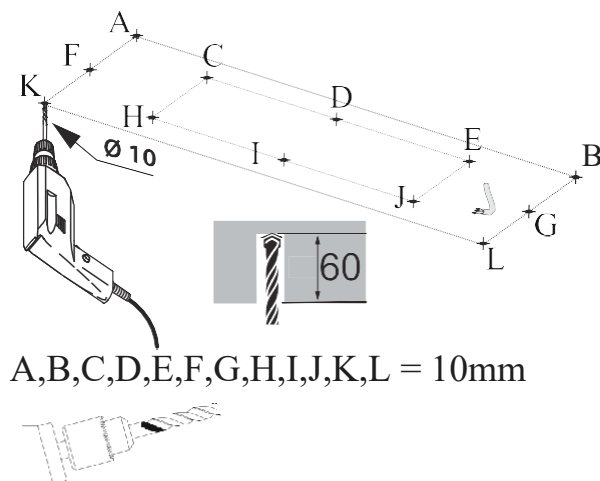

Fig. 22
3. ➔ Borra de punkter som är markerade på installationsmallen, hålen som enheten ska monteras i (A,B,C,D,E,F,G,H,I,J,K,L) med en 10mm spets. Håldjupet måste vara minst 60 mm (Fig. 22).